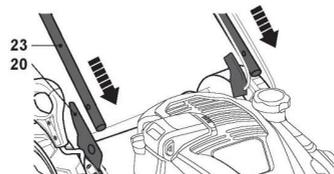

Fig. 2
4. Aligner la poignée inférieure (23) sur le support de poignée (20). S'assurer que les trous de la poignée inférieure sont alignés avec ceux du support (Fig. 2).